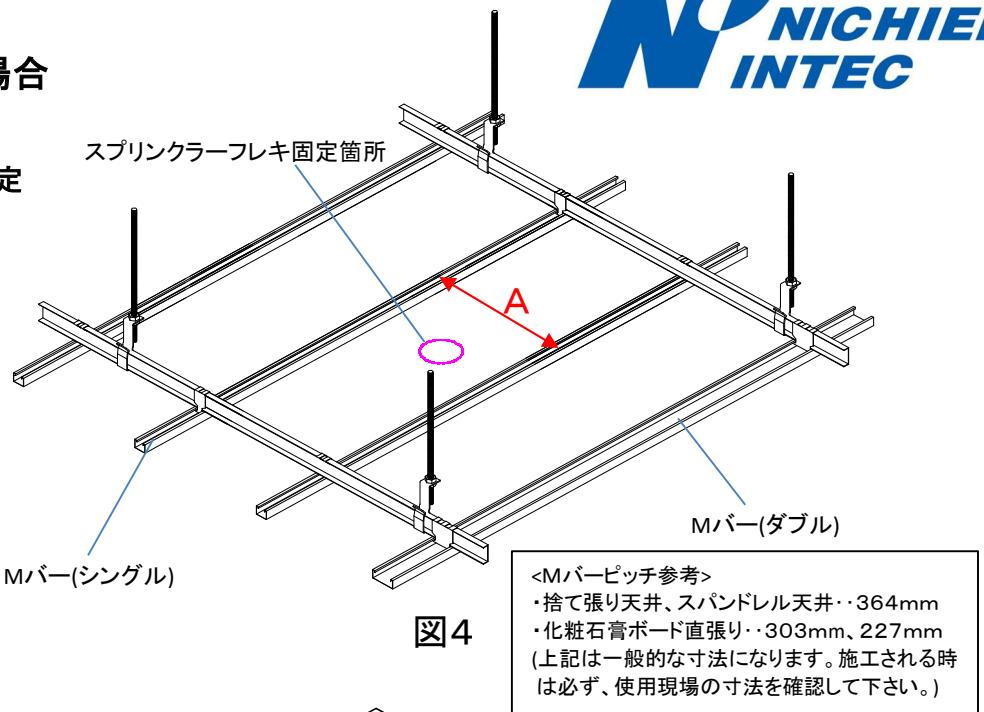
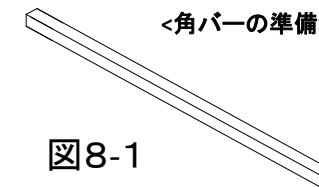

図4
図8-1
- ・スプリングラーフレキ固定箇所のMバーピッチ(図4内A)を確認して下さい。
- ・取付箇所のMバーのピッチ(図4・A参照)を元に、BBクリップSP上部金具を角バー両側へ取付けしたときに両端部の角バーがBBクリップSP上部金具から15mm程度以上出る長さで角バーを用意して下さい(図8-1)。